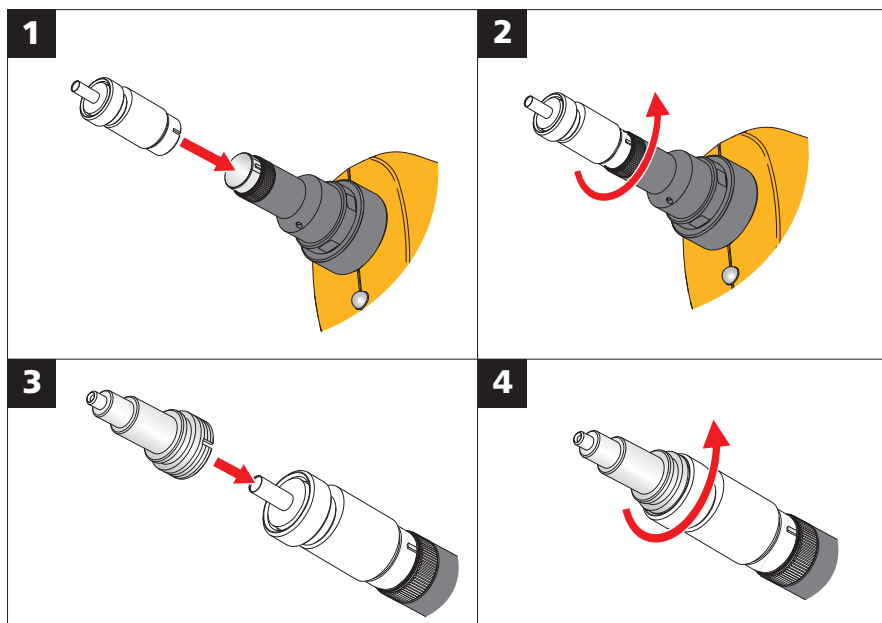

Figura 1. Conexão da pontas de fibra única
1. Alinhe o compartimento no adaptador da fibra única com o pino de alinhamento na extremidade da Sonda. Veja a Figura 1.